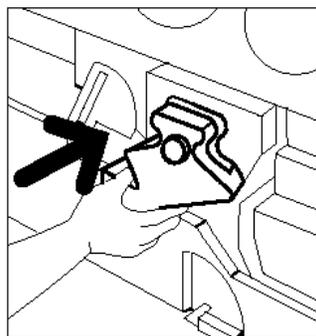

**Figura 25: Retirar o novo recipiente do saco**
- 8** Retire o novo Recipiente de Resíduos do Revelador da caixa e do saco, tal como ilustrado na Figura 25.